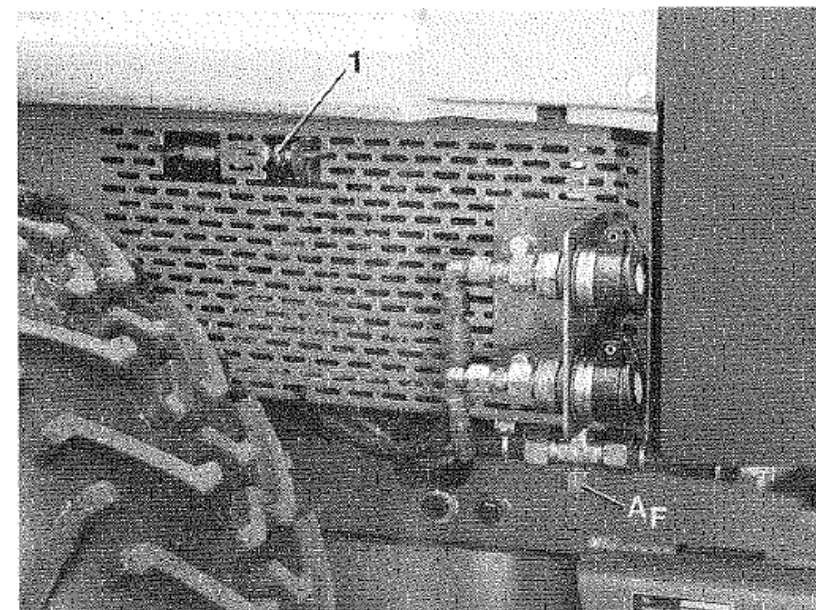

Abb. 13
1. Hydrauliköl am Ablaßstopfen (AF Abb. 13) ablassen.